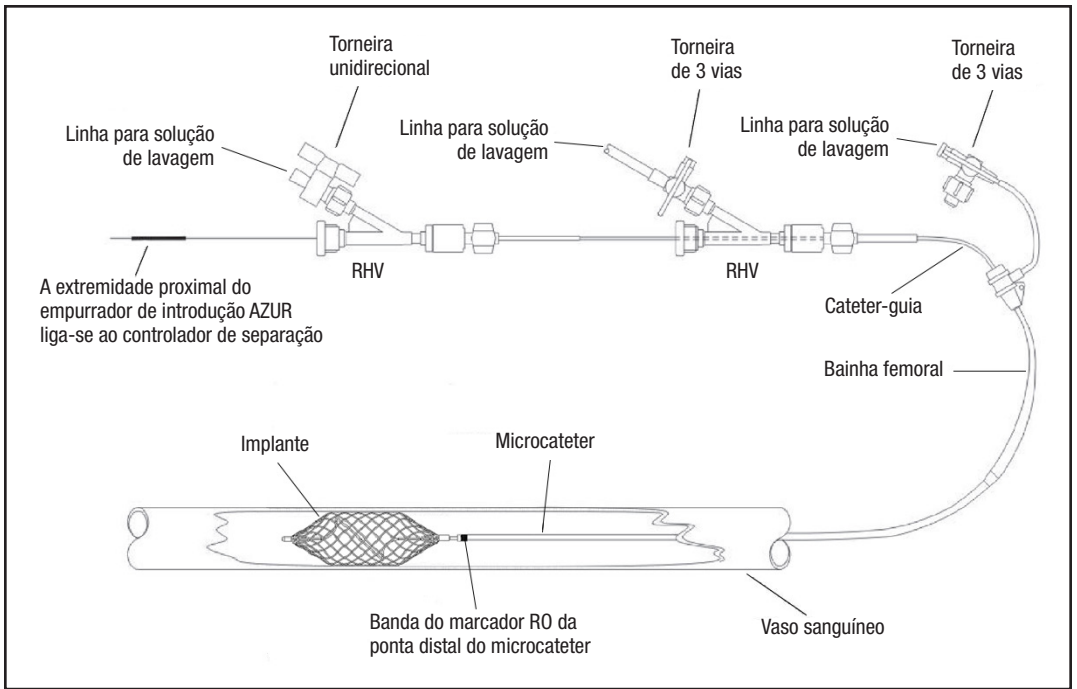

Figura 1 – Diagrama da configuração do sistema AZUR
- Consulte a Figura 1 para ver o diagrama de configuração.